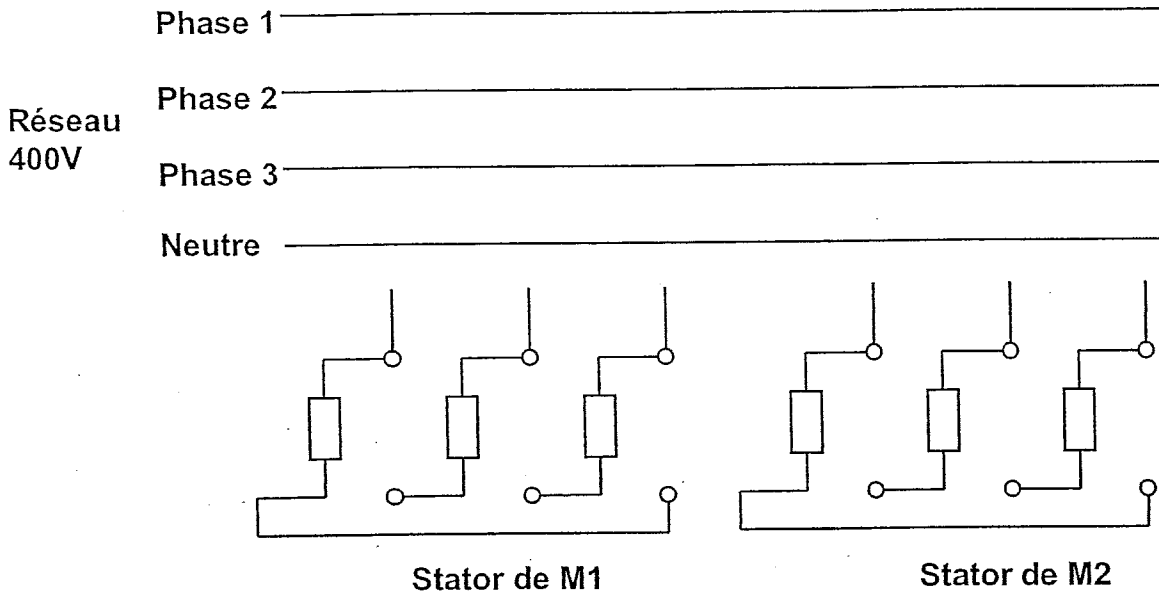

Figure 1
1.2. Compléter le schéma de la figure 1 du document réponse.
Une partie de l'alimentation des variateurs de vitesse du moteur des pompes immergées est présentée figure 1.